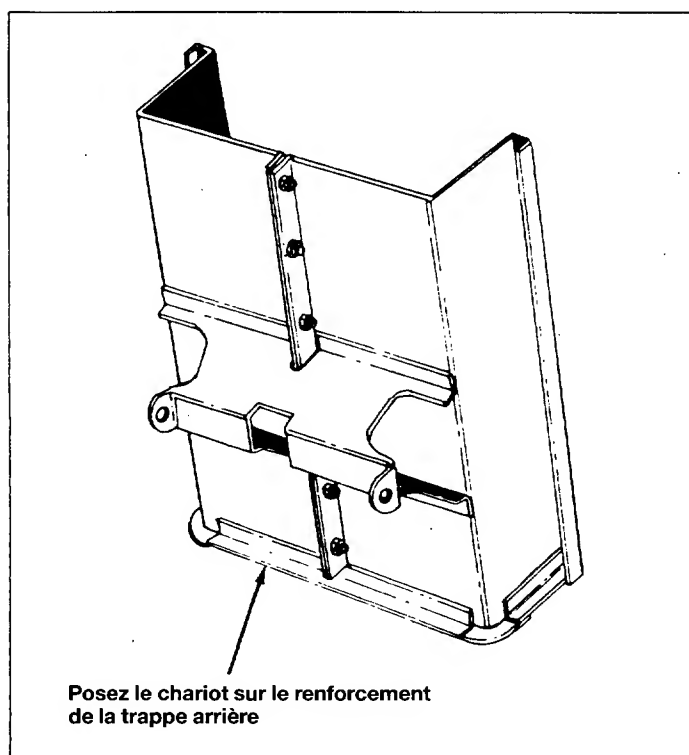

Fig. 7
12. Soulevez la remorque et posez-la sur le renforcement de la trappe arrière et poursuivez l'assemblage conformément aux points 13 à 21. Voir la figure 7.